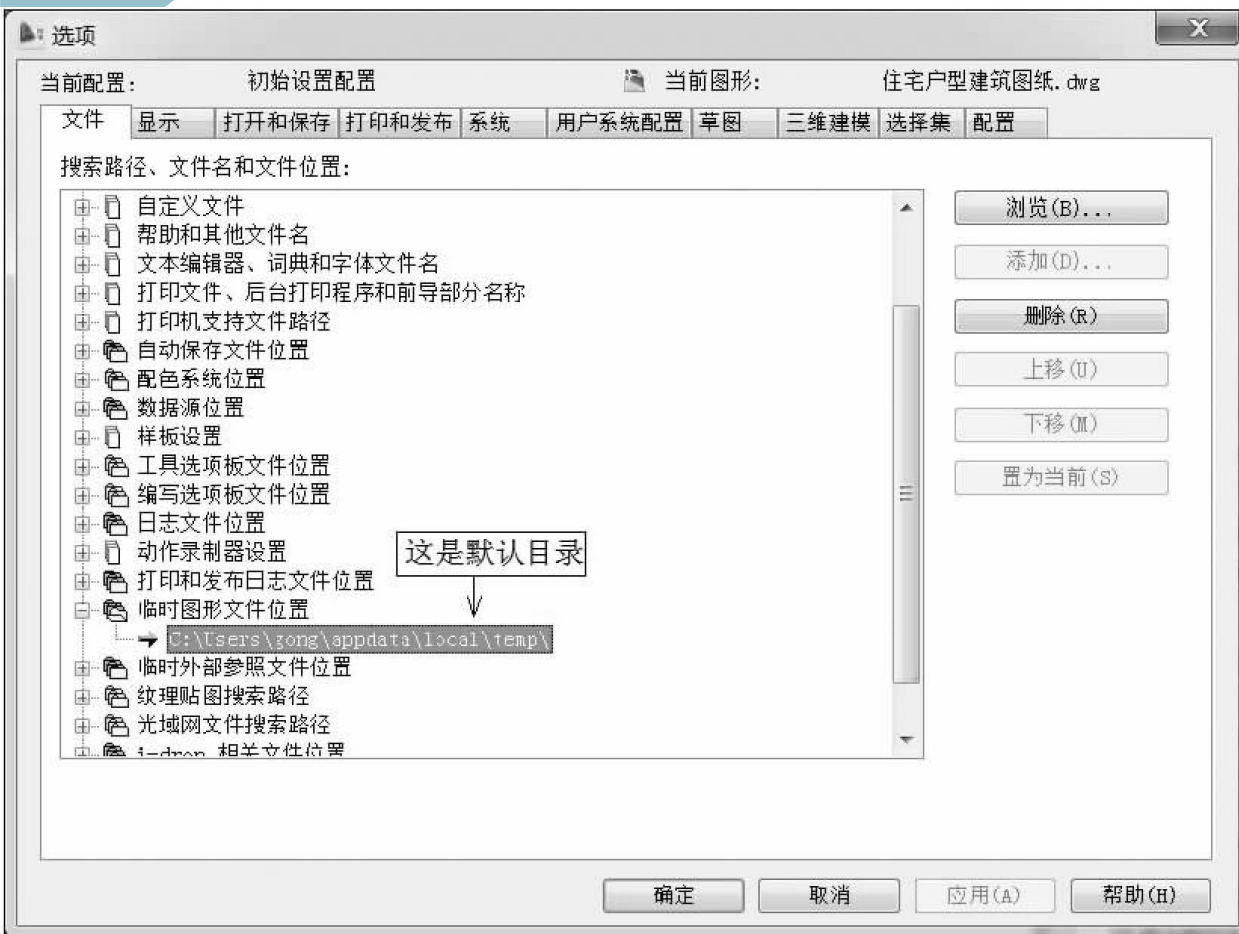
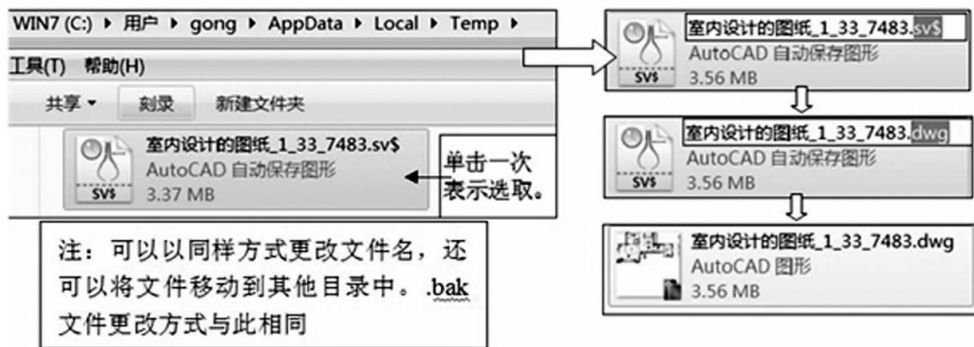

图 1-35 存放临时文件的目录指定处
图 1-36 更改备份图形文件名的操作
存放临时文件的目录如图 1-35 所示。如果需要, 也可以在此变更存放目录。
(3) 当按图 1-35 设置好自动存盘的时间，同时按默认选中“每次保存时均创建备份副本 (B)”复选框时，您就拥有下述的两层保障。
- 因为选中了“每次保存时均创建备份副本 (B)”复选框，所以，在保存图形文件的目录里，就会拥有两个同名称的 .dwg 文件与 .bak 文件。当母文件 (.dwg) 因为其他原因而无法使用时，就可以将 .bak 扩展名更名为 .dwg。
(4) 无论是上述哪一种状态，都可以依据本步骤范例来更名。不过，首先要让我们在 Windows 窗口下能看见一文件的完整文件名。然后，再按图 1-36 所示操作。